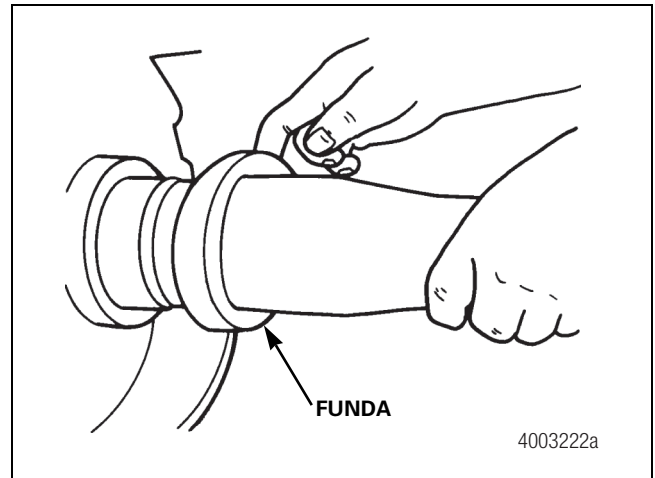
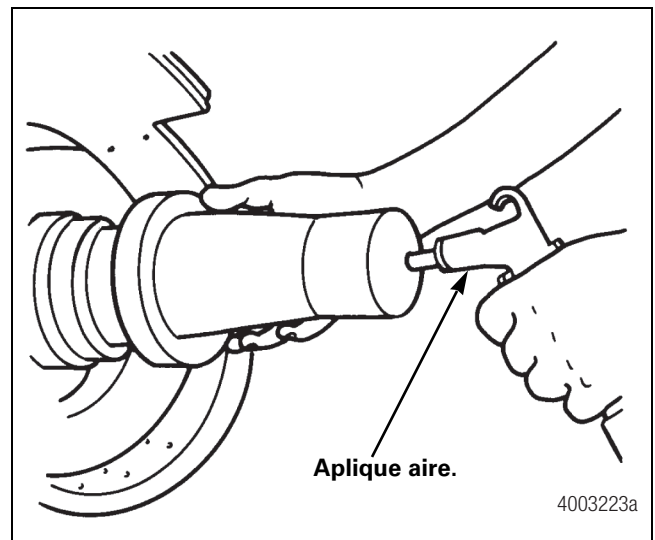

Figura 6.20
Figura 6.21
1. Para retirar la funda, tire de la misma y rompa el vacío de la funda ya sea desviándolo ligeramente en el collar del sello de aceite, Figura 6.20, o bien proporcionando aire seco limpio por la hendidura del extremo de la funda. Figura 6.21.